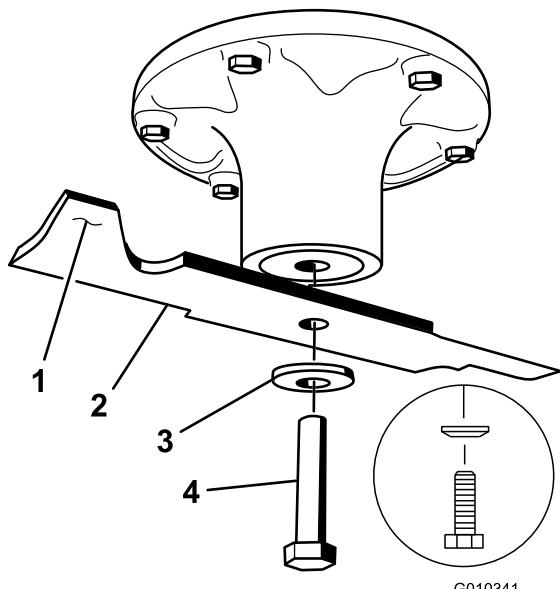
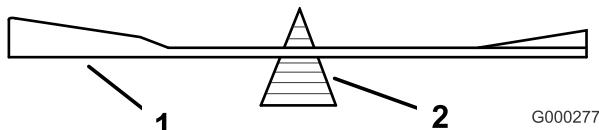

Figure 66
Figure 68
Tenez la lame à son extrémité avec un chiffon ou un gant épais. Enlevez de l'axe, le boulon, la rondelle bombée et la lame (Figure 66).
2. Vérifiez l'équilibre de la lame en la plaçant sur un équilibrEUR (Figure 68). Si la lame reste horizontale, elle est équilibrée et peut être utilisée. Si la lame est déséquilibrée, limez un peu l'extrémité de la partie relevée seulement (Figure 66). Répétez la procédure jusqu'à ce que la lame soit équilibrée.
1. Placez la lame sur l'axe (Figure 66).
2. Installez la rondelle élastique et le boulon de la lame. Le cône de la rondelle élastique doit être dirigé vers la tête du boulon (Figure 66). Serrez le boulon de lame à un couple de 135 à 150 Nm.